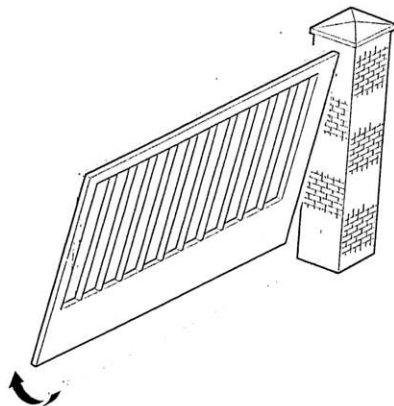

Fig. 4
- obrócić skrzydłem bramy w osi zawiasu górnego (rys.4).